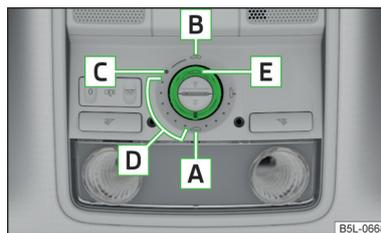

Fig. 23
- Si p. ej. se desembornó y se volvió a embornar la batería del vehículo, puede ocurrir que el techo corredizo/elevable quede fuera de servicio. Ponga entonces el conmutador giratorio en la posición de conmutación **A** » fig. 23 de la
- Si p.ej. se desembornó y se volvió a embornar la batería del vehículo, puede ocurrir que la cortinilla antisolar enrollable quede fuera de servicio. Gire el conmutador a la posición **A** » fig. 23 de la página 48, pulse la tecla  » fig. 24 de la página 49 y manténgala pulsada. A los 10 segundos, la cortinilla antisolar enrollable se abre y se cierra de nuevo. Sólo después se debe soltar de nuevo el conmutador giratorio.
- > Gire el conmutador a la posición **C** » fig. 23.
- > Gire el interruptor a una posición en la zona **D** » fig. 23.
- > Gire el conmutador a la posición **B** » fig. 23 y manténgalo en esa posición (posición con resorte).
- > Gire el conmutador a la posición **A** » fig. 23.
- Gire el conmutador a la posición **A** » fig. 23.
El techo corredizo/elevable está equipado con un limitador de fuerza. El techo corredizo/elevable se detiene y retrocede algunos centímetros en caso de que un obstáculo (p. ej., hielo) no lo deje cerrar. Se puede cerrar por completo el techo corredizo/elevable sin limitación de fuerza, tirando del conmutador en el rebaje **E** » fig. 23 hacia abajo y hacia delante hasta que el dicho techo esté completamente cerrado » **I**.